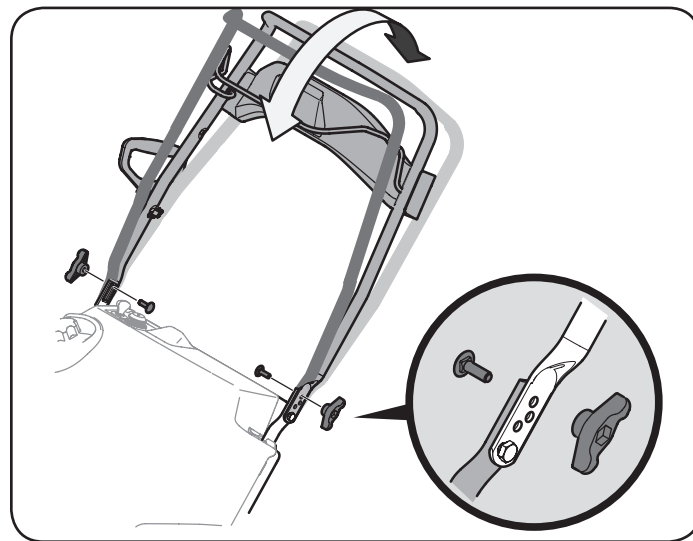

Figura 3
3. La manija se puede configurar en tres posiciones diferentes. Coloque la manija en la posición deseada, y instale las perillas de aletas y los pernos de carro en el orificio apropiado y asegure la manija. Vea la Figura 3.